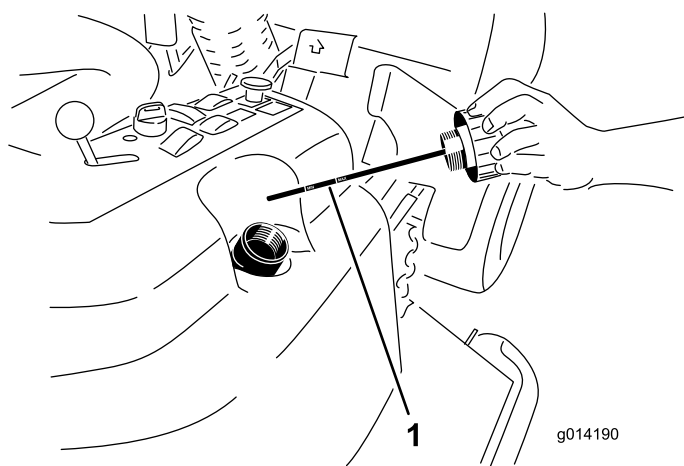

Figure 68
2. Enlevez le bouchon (Figure 68) du goulot de remplissage du réservoir hydraulique.
3. Retirez la jauge et essuyez-la sur un chiffon propre (Figure 68).
4. Vissez la jauge dans le goulot de remplissage, ressortez-la et vérifiez le niveau de liquide (Figure 68).